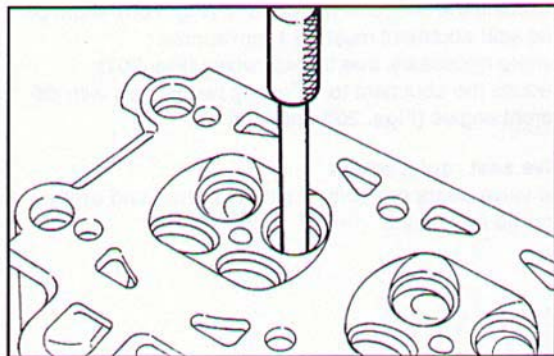

Fig. 198 ▲
- utilizzando un alesatore, eseguire la finitura alla quota richiesta (Fig. 198).
- use a reamer to finish to the required dimensions (Fig. 198).